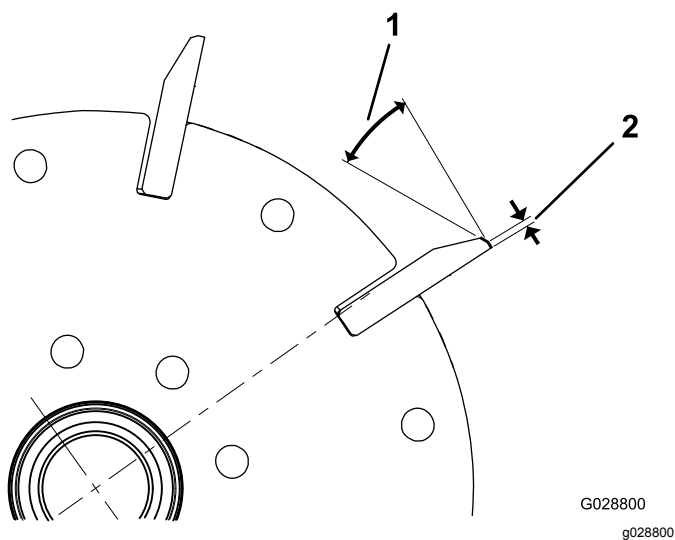

Рисунок 25
1. Произведите 30-градусное затыловочное шлифование всех ножей барабана, пока не будет достигнута ширина витка 1,3 мм (Рисунок 25).